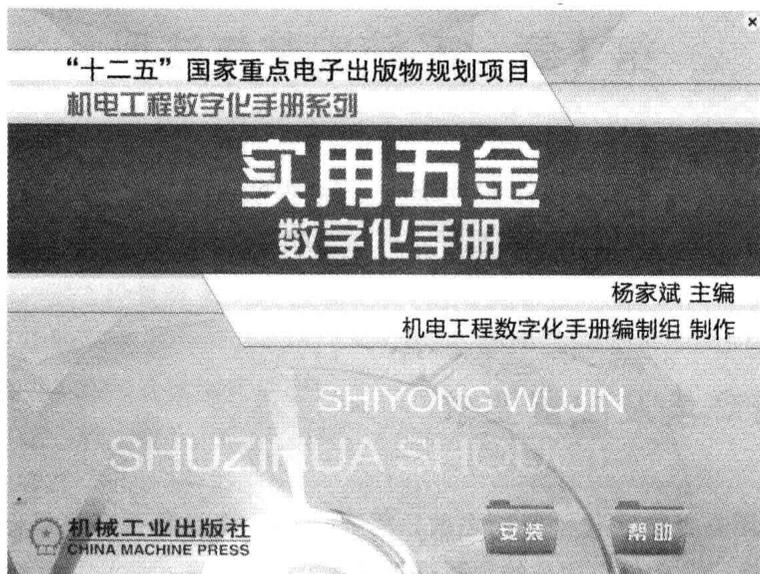

图 1-1 初始窗口
- 2) 光盘自动运行，显示初始窗口，如图 1-1 所示，单击“安装”按钮即可进行安装。如果本光盘无法在用户的计算机上自动运行，请打开本光盘的根目录，运行 set-up.exe 文件。